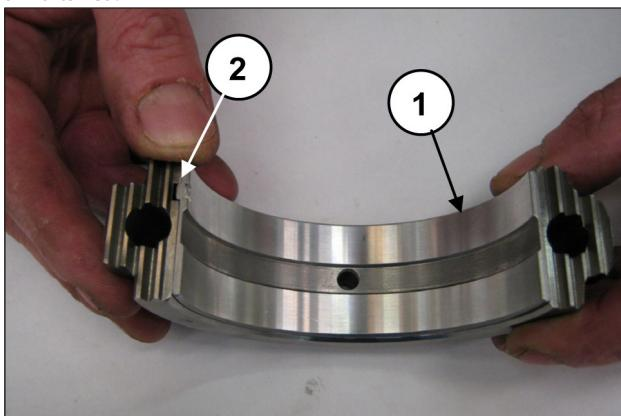

Fig. 69
Colocar los semicojinetes inferiores en los sombreretes (pos. ①, Fig. 69) y comprobar que la lengüeta de referencia de los semicojinetes esté dentro del alojamiento del sombrerete (pos. ②, Fig. 69).